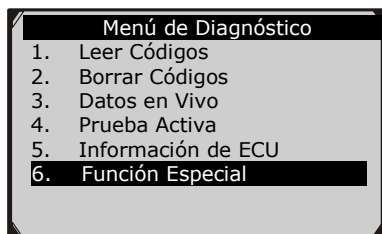

Figura 11.3
- 1) En el **Menú de Diagnóstico** (Figura 11.3), use el botón **ARRIBA/ABAJO** para seleccionar **Función Especial** para hacer la prueba de EPB, que incluye **reemplazo de cable de Freno** y **reemplazo de freno de aparcamiento Eléctrico**.
1. Siga las instrucciones de arriba para mostrar la pantalla del **Menú de Diagnóstico** (Figura 11.3)